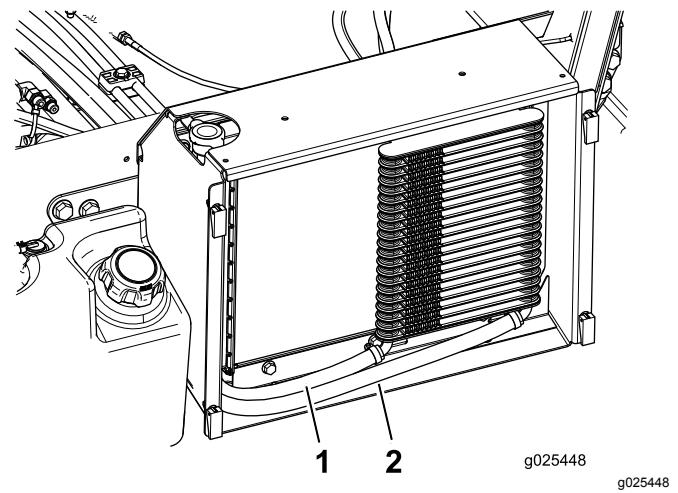

Bild 18
7. Befestigen Sie die langen Schläuche am Kühler, wie in Bild 18 abgebildet.